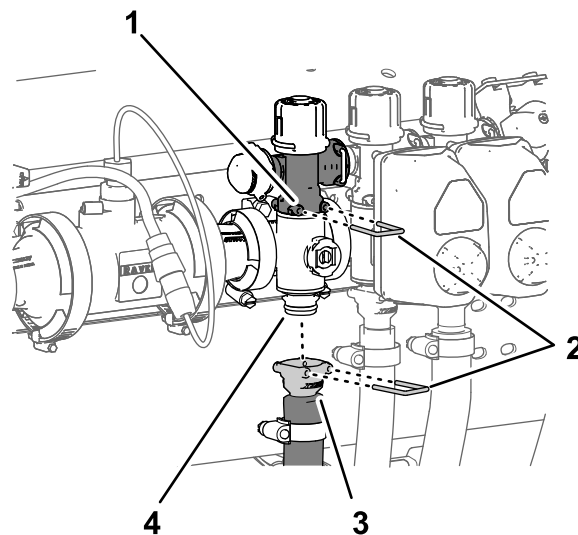

Figure 120
- Retirez l'étrier qui fixe le raccord rapide de la vanne de dérivation de section à la vanne de section du collecteur (Figure 120)
- Retirez l'étrier qui fixe le raccord rapide du flexible d'alimentation de section au collecteur et l'étrier qui fixe le raccord rapide de la valve du collecteur de section (Figure 120).